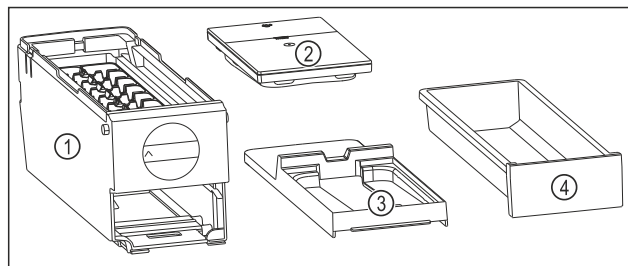

Fig. 122 Компоненти EasyTwist-Ice
- EasyTwist-Ice складається з чотирьох частин. (див. Fig. 122)
- Розбирайте EasyTwist-Ice тільки на зображені компоненти. (див. Fig. 122)
- Очистіть корпус EasyTwist-Ice Fig. 122 (1) без розбирання.